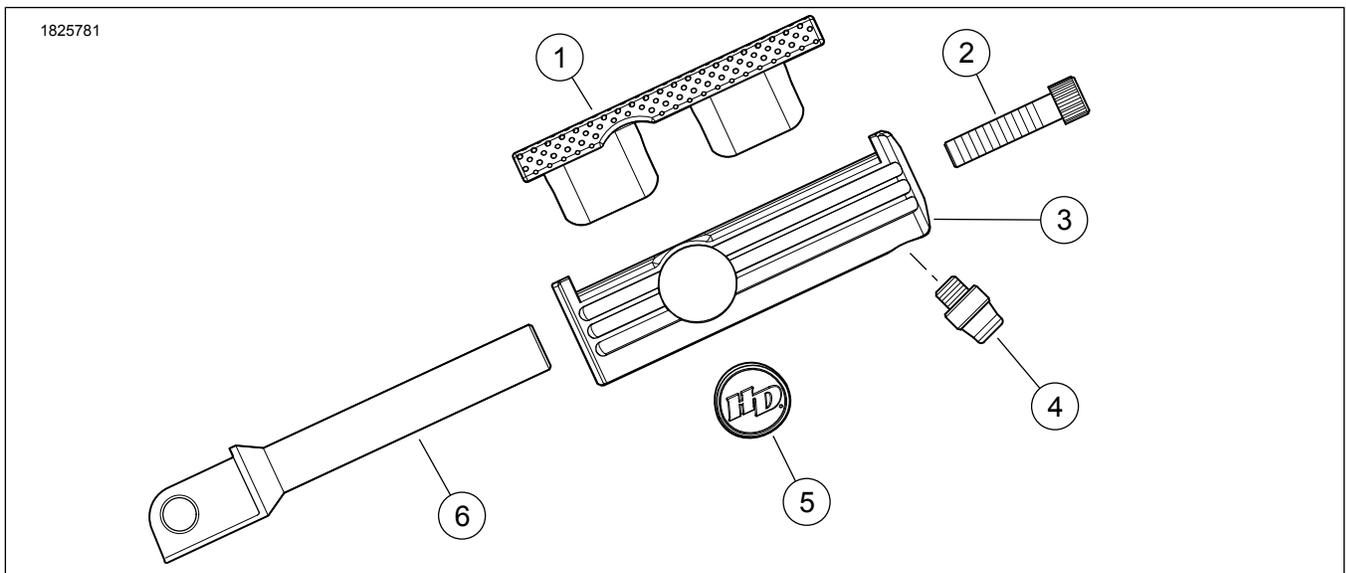

Figure 1. Contenu du kit : Kit repose-pieds
1. Voir la figure 1. Retirer la cheville d'usure existante du repose-pied.